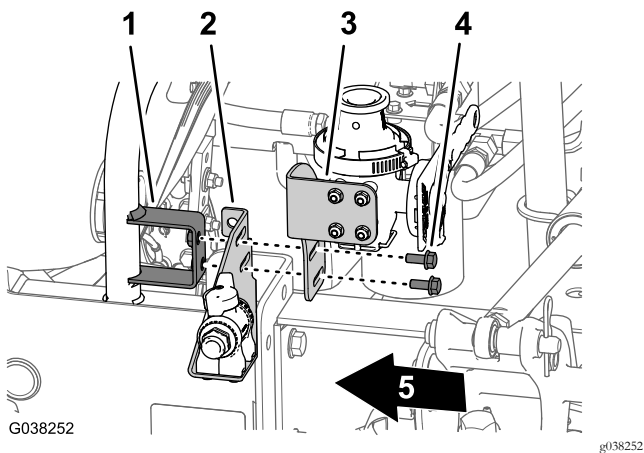

图61
1. 将搅拌节流阀支架中的插槽和清洁加药器切断阀支架中的插槽与节流阀支架安装座中的孔对齐图61。
2. 用 2 个凸缘头螺栓 5/16 x 3/4 英寸将搅拌阀支架和清洁加药器切断阀支架安装到节流阀支架安装座上 图61。